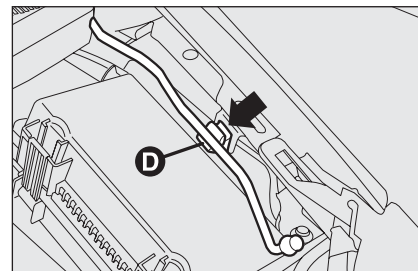
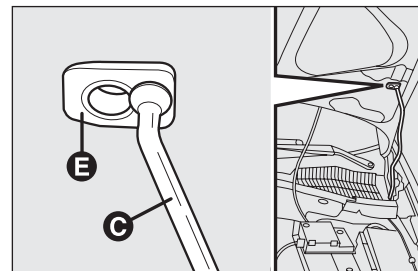

Рис. 93
Рис. 94
поднимите капот и высвободите упор **D** (рис. 93) из фиксатора, затем совместите наконечник **C** (рис. 94) упора с гнездом капота **E**.
- ❑ удерживая капот одной рукой, другой рукой извлеките наконечник упора **С** (рис. 94) из гнезда **Е** и верните упор в фиксатор **Д** (рис. 93);